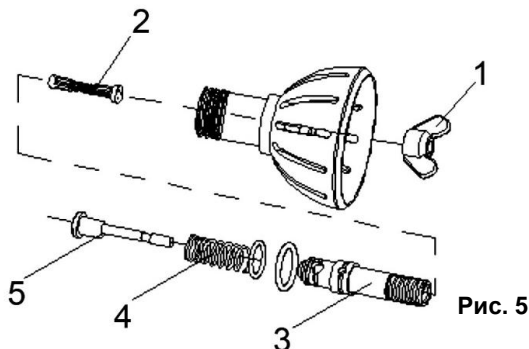

Рис. 5
- Извлеките цилиндр распылителя (3)(См. Рис.5).
- Выньте поршень (5) с пружиной (4) и клапан (2)(См. Рис.5).